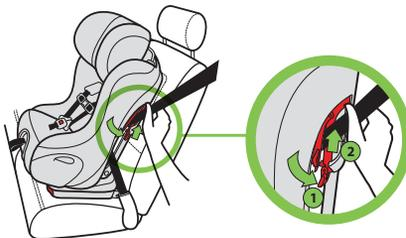

Figura 80
- Abra el broche para la posición viendo hacia adelante en el mismo lado del asiento del sujetador del cinturón de hombro del vehículo. Coloque el cinturón de hombro del vehículo a través del broche del cinturón para la posición viendo hacia adelante, como se muestra en la **figura 80**.